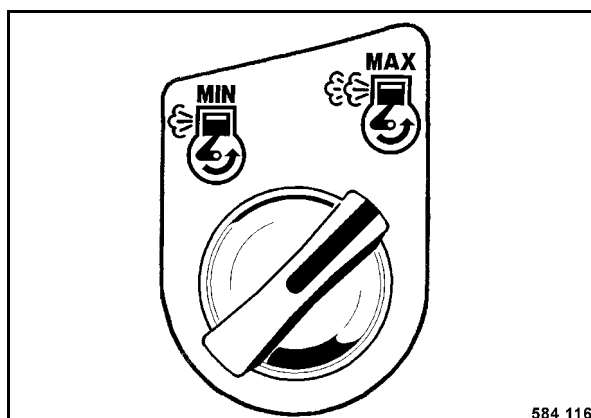

Fig. 43
- Colocar el interruptor giratorio (Fig. 43) en posición „Max“ (pleno gas).